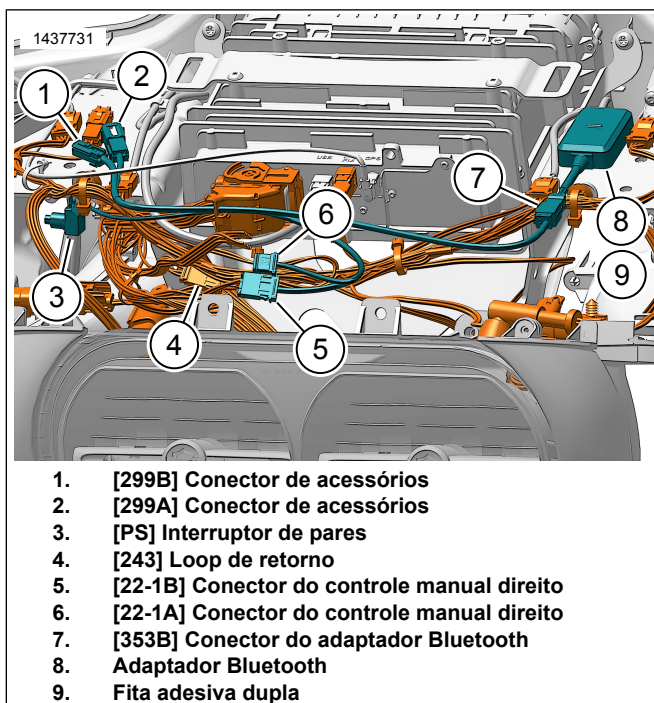

Figura 8. Chicote de fios do adaptador Bluetooth (dongle) na carenagem montada no quadro
1. Figura 8 Instale e direcione o chicote de fios do adaptador Bluetooth por baixo da carenagem.
2. Localize os conectores do veículo: [243] (4) e [299] (1, 2).
- a. [22-1A] do chicote de fios do adaptador (6) ao [243B] do chicote de fios do veículo.
- b. [22-1B] do chicote de fios do adaptador (5) ao [243A] do chicote de fios do veículo.
- c. [299B] do chicote de fios do adaptador (1) ao [299A] do chicote de fios do veículo (2).